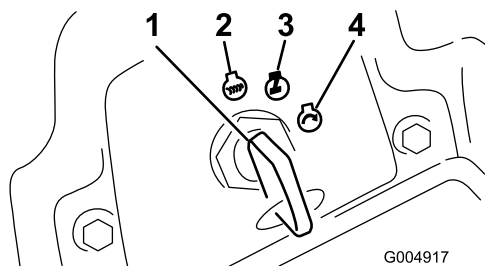

Figura 16
6. Rode a chave da ignição no sentido dos ponteiros do relógio para a posição Run (Figura 16).
3. Rode a chave da ignição para a posição Off (desligar) (Figura 16). Espere até que todas as peças em movimento parem, antes de sair da posição de operação.